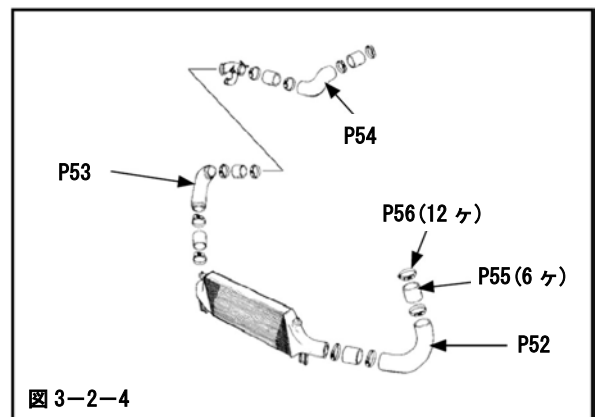

図 3-2-4
- (6) インレットパイプ No. 2、アウトレットパイプ No. 1、アウトレットパイプ No. 2 を取付けてください。(図 3-2-4)